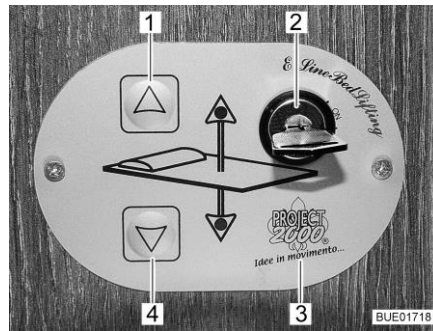

Bild 139 Bedienteil
Bedienteil Mit den Tasten (Bild 139,1 und 4) auf dem Bedienteil (Bild 139,3) wird das Hubbett abgesenkt oder angehoben. Mit dem Schlüsselschalter (Bild 139,2) wird das Bedienteil gegen unbefugte Benutzung gesichert.
- Schlüssel im Schlüsselschalter (Bild 139,2) um 90° im Uhrzeigersinn auf Stellung "On" drehen. Das Bedienteil (Bild 139,3) ist aktiviert.
- Pfeiltaste (Bild 139,4) drücken und so lange gedrückt halten, bis das Hubbett in die gewünschte Position nach unten gefahren ist.
- Pfeiltaste (Bild 139,1) drücken und so lange gedrückt halten, bis das Hubbett in die Endstellung nach oben gefahren ist.
Notbetrieb Wenn sich das Hubbett mit den Pfeiltasten (Bild 139,1 und 4) nicht mehr bewegen lässt, zuerst die Sicherungen prüfen (siehe Abschnitt 9.10.1). Wenn die Sicherungen in Ordnung sind und sich das Hubbett trotzdem nicht bewegen lässt, kann das Hubbett manuell bedient werden.